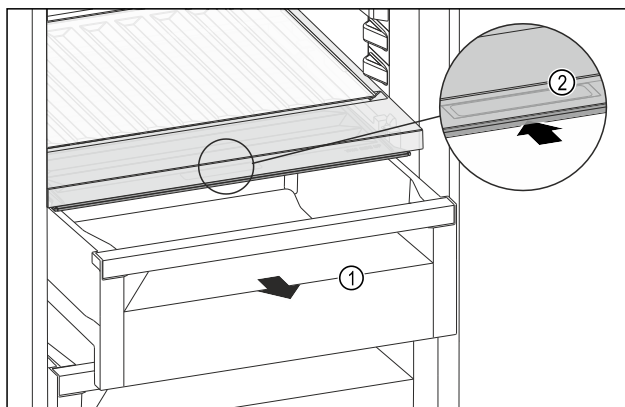

Fig. 177
- ▶ Vytiahnite zásuvku Fig. 177 (1).
- ▶ Uchopte priehlbinu na rukoväť Fig. 177 (2) na veko zásuvky a súčasne tlačte veko zásuvky dozadu.